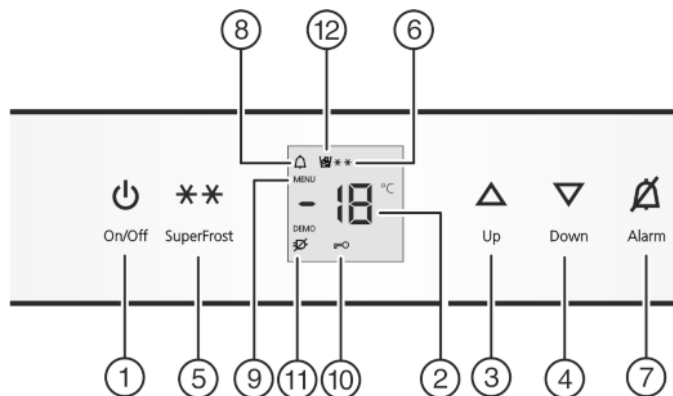

Fig. 2
- ▶ нажмите кнопку On/Off Fig. 2 (1).
- ▶ Активация режима настройки: удерживайте кнопку SuperFrost Fig. 2 (5) прикл. 5 секунд.
▷ Символ меню Fig. 2 (9) горит.
- ▶ Коротко нажмите кнопку SuperFrost Fig. 2 (5) для подтверждения.
- ▶ Для включения защиты от детей коротко нажмите клавишу SuperFrost Fig. 2 (5).
▷ Символ "Защита от детей" Fig. 2 (10) горит. На индикации мигает **c**.
- ▶ Для выключения защиты от детей коротко нажмите клавишу SuperFrost Fig. 2 (5).
▷ Символ защиты от детей Fig. 2 (10) гаснет. На индикации мигает **c**.
- ▶ Выход из режима настройки: нажмите кнопку On/Off Fig. 2 (1).
- ▶ Нажмите кнопку Alarm Fig. 2 (7).
Одновременно мигает индикация температуры и символ тревоги Fig. 2 (8).
Звуковой сигнал выключается автоматически, символ аварийного сигнала Fig. 2 (8) выключается и индикатор температуры перестает мигать, если температура снова становится достаточно низкой.
- ▶ Установка более высокой температуры: нажмите кнопку настройки Up Fig. 2 (3).
- ▶ Установка более низкой температуры: нажмите кнопку настройки Down Fig. 2 (4).